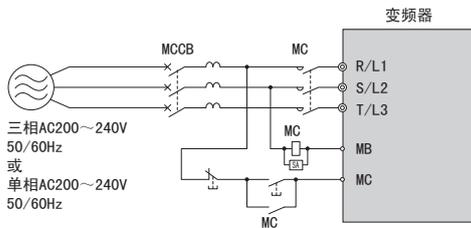
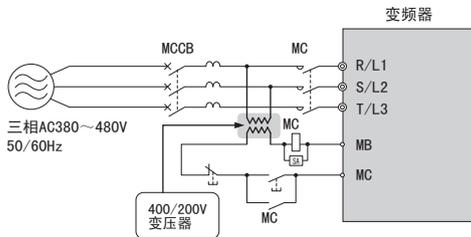

图 7.3 接线用断路器的连接（单相 / 三相 200V 级）
图 7.4 接线用断路器的连接（三相 400V 级）
- 由多台变频器或与其他机器共同使用 MCCB 或 ELCB 时，请如图 7.3、图 7.4 所示，使用 MC 接入在故障输出时关闭电源的顺控器。使用 400V 级电源输入时，请连接 400/200V 的变压器。